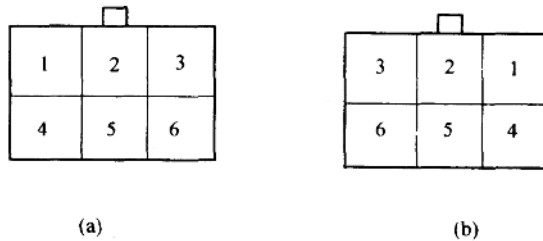

图 1-4 插座与插头编号示意图
4. “●”表示连接器的引脚编号,其中插座和插头的编号的方法不同。如图 1-4 示,插座编号中顺序为从左至右,从上至下,插头则为从右至左,从上至下。